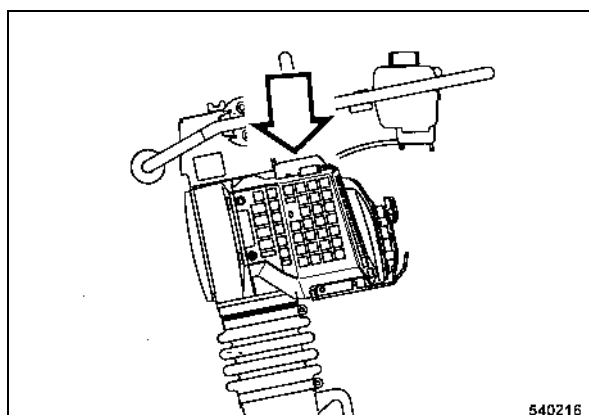

fig. 43
- Déposer le capot supérieur du moteur (fig. 43).